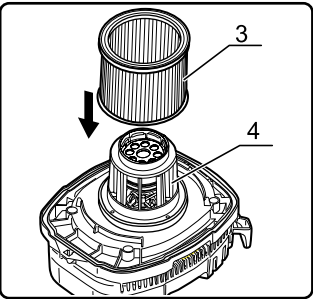

fig.4-1
- 습식/건식 카트리지 필터(3)를 장착하고 필터 잠금장치(9)를 조일 때까지 나사를 끼웁니다. (fig.4-1, 4-2)